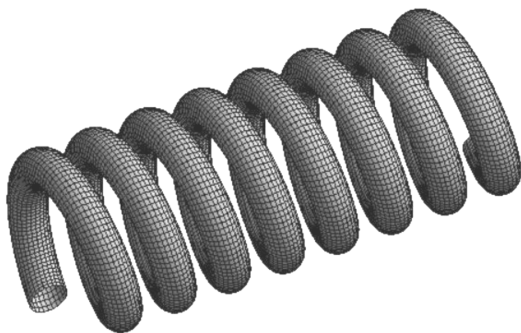

图 7-5 划分网格
(3) 选择圆柱螺旋弹簧两个表面，右键单击导航树里【Mesh】→【Insert】→【Method】→【Face Meshing】，其他默认。
(4) 生成网格：右键单击【Mesh】→【Generate Mesh】，图形区域显示程序生成的网格模型，如图 7-5 所示。